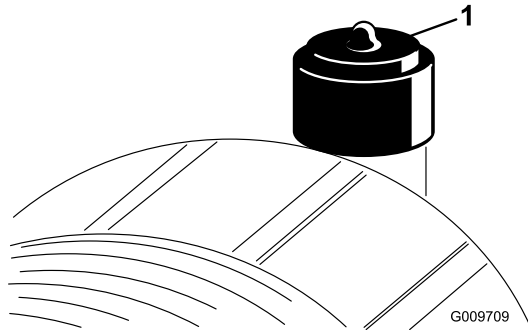

Figure 50
Faites l'entretien du filtre à air uniquement quand l'indicateur de colmatage (Figure 50) indique que cela est nécessaire. Changer le filtre à air prématurément ne fait qu'accroître le risque de contamination du moteur par des impuretés quand le filtre est déposé.
6. Réarmez l'indicateur de colmatage (Figure 50) s'il est rouge.